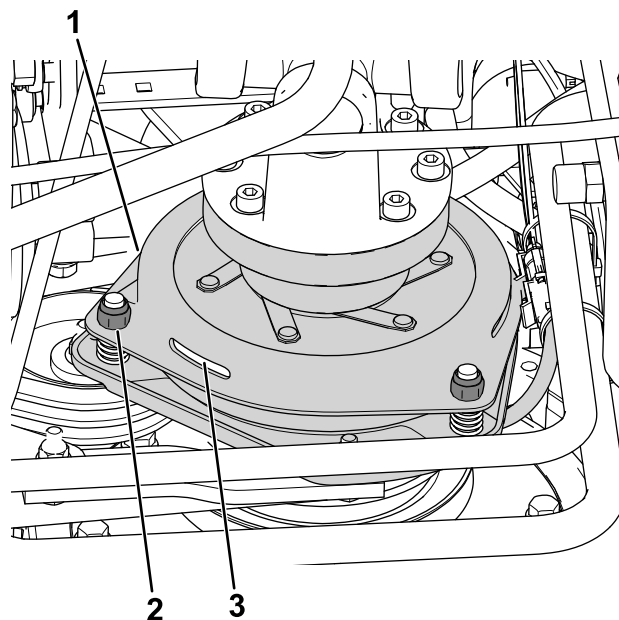

Figura 76
3. Regolate il traferro in modo da inserire, forzandolo leggermente, uno spessimetro di 0,3 mm tra il rivestimento interno della frizione e la piastra della frizione (Figura 76).
**Nota:** Per ridurre il traferro girate i dadi di regolazione in senso orario (Figura 76). Il massimo traferro di servizio è di 0,6 mm. Portate tutti e 3 i traferri a 0,4 mm.